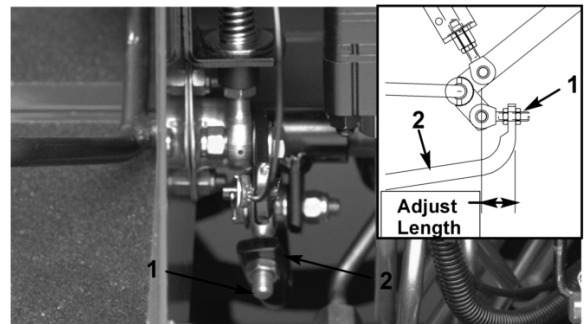

Bild 46
4. Stellen Sie die Bundmutter am Pumpenstangenende ein, um die Pumpensteuerungsstange nach vorne zu verschieben, um ein Verschieben nach vorne zu vermeiden, oder um die Pumpensteuerungsstange nach hinten zu verschieben, um ein Verschieben nach hinten zu vermeiden (Bild 46).